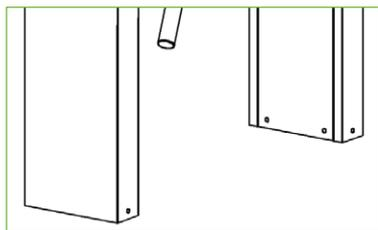
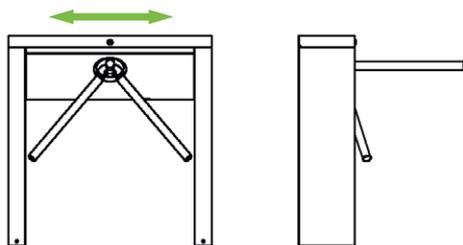

Figura 3-4
Figura 3-5
Coloque la placa base adecuadamente y fije los tornillos aplicando pegamento en la superficie y en las roscas de los tornillos de expansión. Instale los 4 pernos de expansión para fijar la placa y use un nivel para asegurar el nivel de la placa. En caso de que no se encuentre nivelado, ajuste utilizando los empaques proporcionados. Los 4 pernos de expansión deben ser instalados apropiadamente. Vea la figura 3-4.
3. Coloque el torniquete sobre las placas de montaje y apriete los tornillos en el fondo de la columna, como se muestra en la figura 3-4. Ajuste la dirección del torniquete, como se muestra en la figura 3-5.